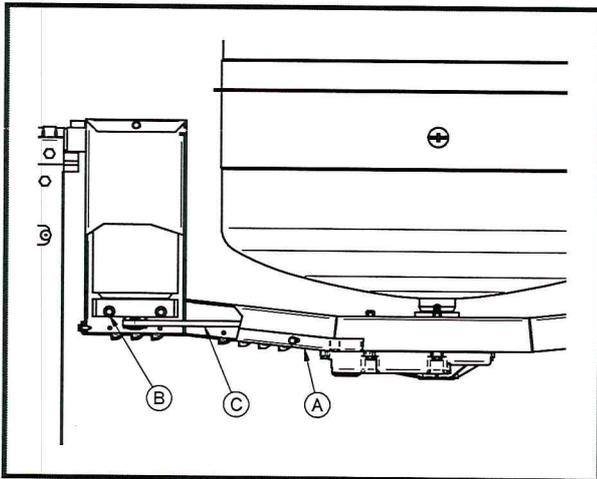
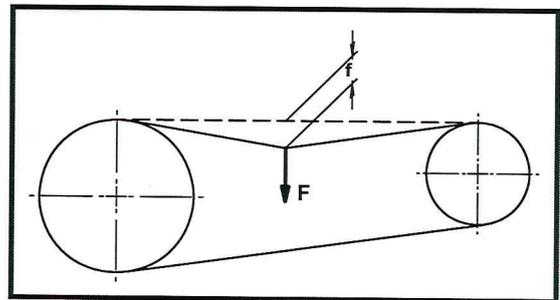

FIG. 8
FIG. 9
2. Extraer la protección de la correa (ref.A, fig.8) destornillando los tornillos que la bloquean.
3. Afajar los 4 tornillos (ref.B, fig.8) que bloquean el soporte del motor eléctrico y tensar la correa (ref.C, fig.8) por medio de dicho soporte: si la tensión de la correa es correcta, aplicando una fuerza de $F=0.6$ Kg aproximadamente en el centro del tramo libre de la correa, la flecha deberá indicar $f=5$ mm aproximadamente (fig.9).
4. Al final del tensado atornillar los 4 tornillos (ref.B, fig.8).
5. Volver a montar la protección de la correa (ref.A, fig.8) con los respectivos tornillos.
3. Afajar los 4 tornillos (ref.B, fig.8) que bloquean el soporte del motor eléctrico y afajar la correa (ref.C, fig.8) por medio de dicho soporte hasta hacerla salir de las poleas del motor eléctrico y del reductor.
correa es correcta, aplicando una fuerza de $F=0.6$ Kg aproximadamente en el centro del tramo libre de la correa, la flecha deberá indicar $f=5$ mm aproximadamente (fig.9).
6. Al final del tensado atornillar los 4 tornillos (ref.B, fig.8).
7. Volver a montar la protección de la correa (ref.A, fig.8) con los respectivos tornillos.